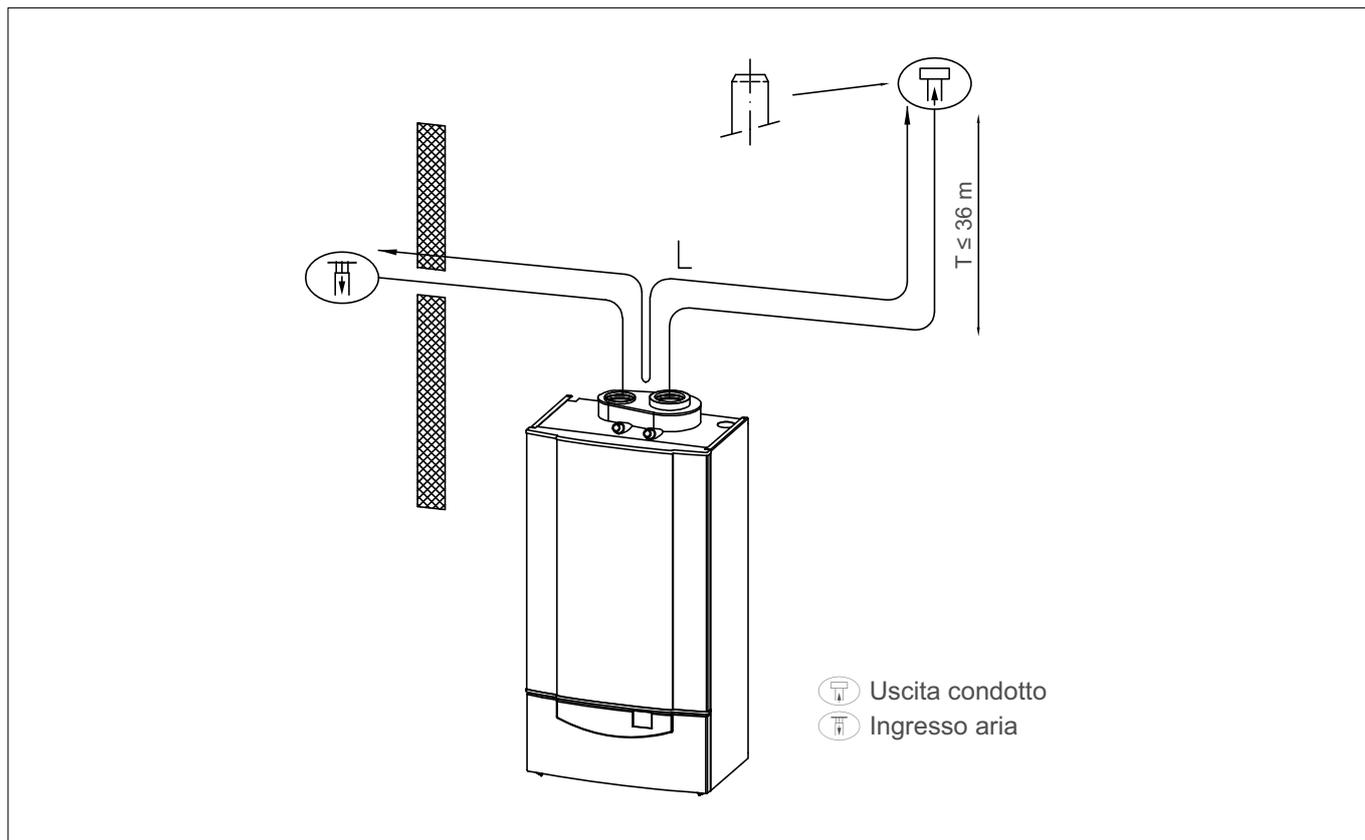

Fig. 10 Caldaia singola, funzionamento a camera stagna (sistema sdoppiato)
La caldaia Modula II (con collegamento doppiato) è in grado di funzionare anche se l'ingresso aria e l'uscita della canna fumaria si trovano in zone con pressioni diverse. Come indicato nella fig. 10 vi sono alcune limitazioni relative alla lunghezza della canna fumaria e dell'ingresso aria nonché differenze di altezza massime. La lunghezza totale massima delle tubazioni dell'ingresso aria e dell'uscita del gas combusto (L) è specificata nella tabella 11 (il calcolo è basato su una curva 1 x 90°).